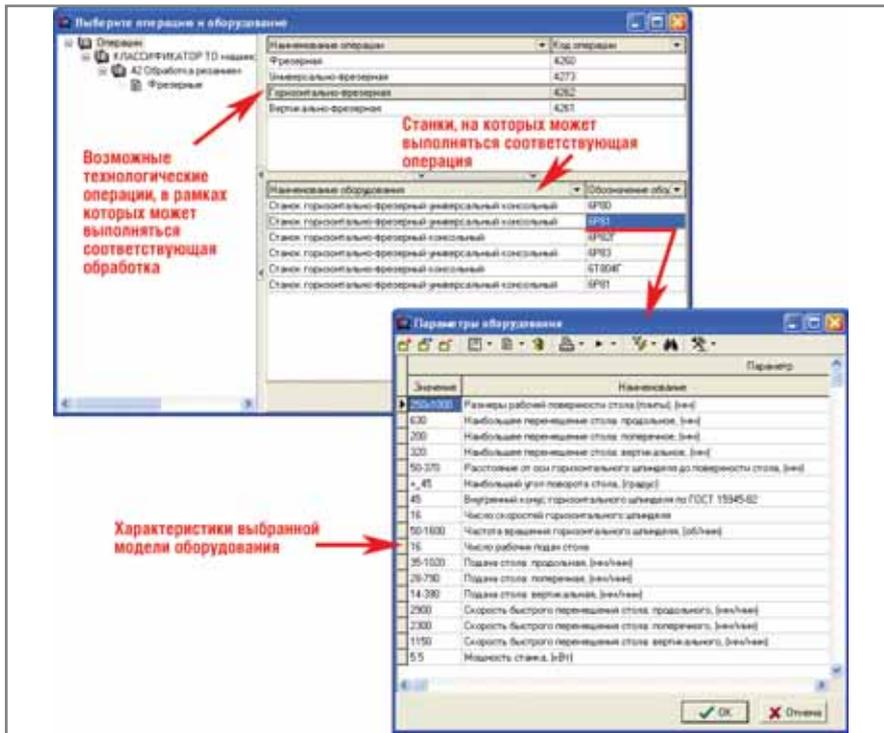

Рис. 5. Выбор технологической операции и оборудования
Если в редактируемую технологическую операцию нельзя добавить соответствующий способ обработки (например, фрезерование паза в токарную операцию) или просто если в самом начале процесса проектирования технологии нет еще ни одной операции, система предложит варианты: либо выбрать подходящую операцию из уже имеющихся в техпроцессе, либо создать новую, в рамках которой соответствующая обработка возможна (рис. 5).
- Если выбранный вид обработки не соответствует редактируемой технологической операции, система сразу же предлагает либо выбрать подходящую операцию из уже имеющихся в техпроцессе, либо создать новую, соответствующую выбранному методу обработки (рис. 5).